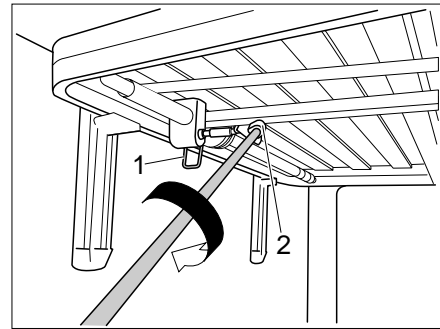

Bild 147 Höhenverstellung
- Sicherungshebel (Bild 147,1) lösen. Das Bett kann jetzt verstellt werden.
- Kurbel in die magnetische Vierkant-Aufnahme (Bild 147,2) schieben. Die Höhe des Bettes kann jetzt verändert werden.
- Kurbel aus der Vierkant-Aufnahme (Bild 147,2) ziehen und in der Halterung aufbewahren.